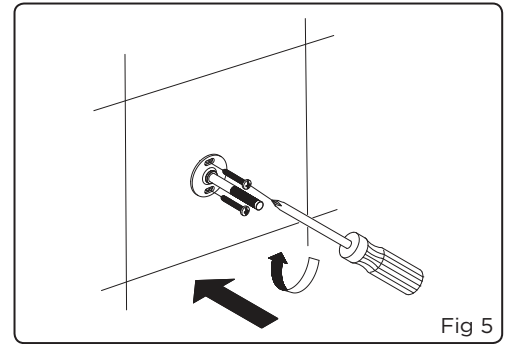

Fig 5
5. Secure post with mounting screws provided (Fig 5).
Fixer le poteau à l'aide des vis fournies (fig. 5).
Atornille el montante con los tornillos que se incluyen (fig. 5).